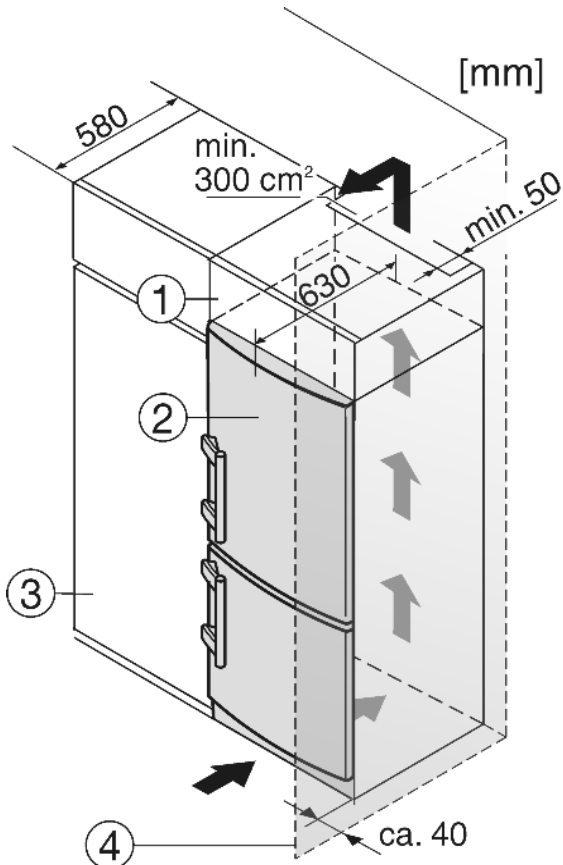

Fig. 12
- (1) Дополнительный шкафчик (3) Кухонный шкаф
(2) Устройство (4) Стенка
Устройство может быть окружено предметами кухонной обстановки. Чтобы уравнять устройство Fig. 12 (2) по высоте с кухонной стенкой, можно установить над устройством соответствующий дополнительный шкафчик Fig. 12 (1).
При комбинировании с обычными кухонными шкафами (глубина макс. 580 мм) устройство можно установить непосредственно рядом с кухонным шкафом Fig. 12 (3). Дверь устройства выступает по сторонам на 34 мм и по центру устройства на 50 мм относительно передней стенки кухонного шкафа. Поэтому ее можно свободно открывать и закрывать.
Если устройство установлено на шарнирах у стены Fig. 12 (4), то расстояние между устройством и стеной должно быть не менее 40 мм. Настолько выступает ручка при открытой дверце.